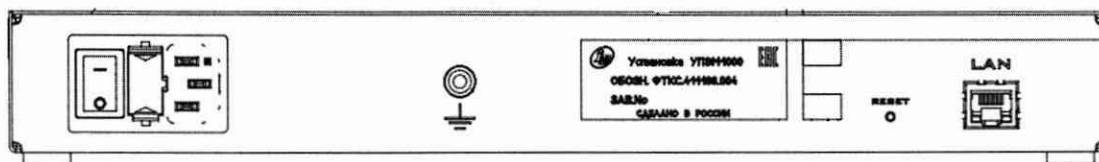

Рисунок 1.4
1.5.1.3 На задней панели УПЭМ расположены (рисунок 1.4):